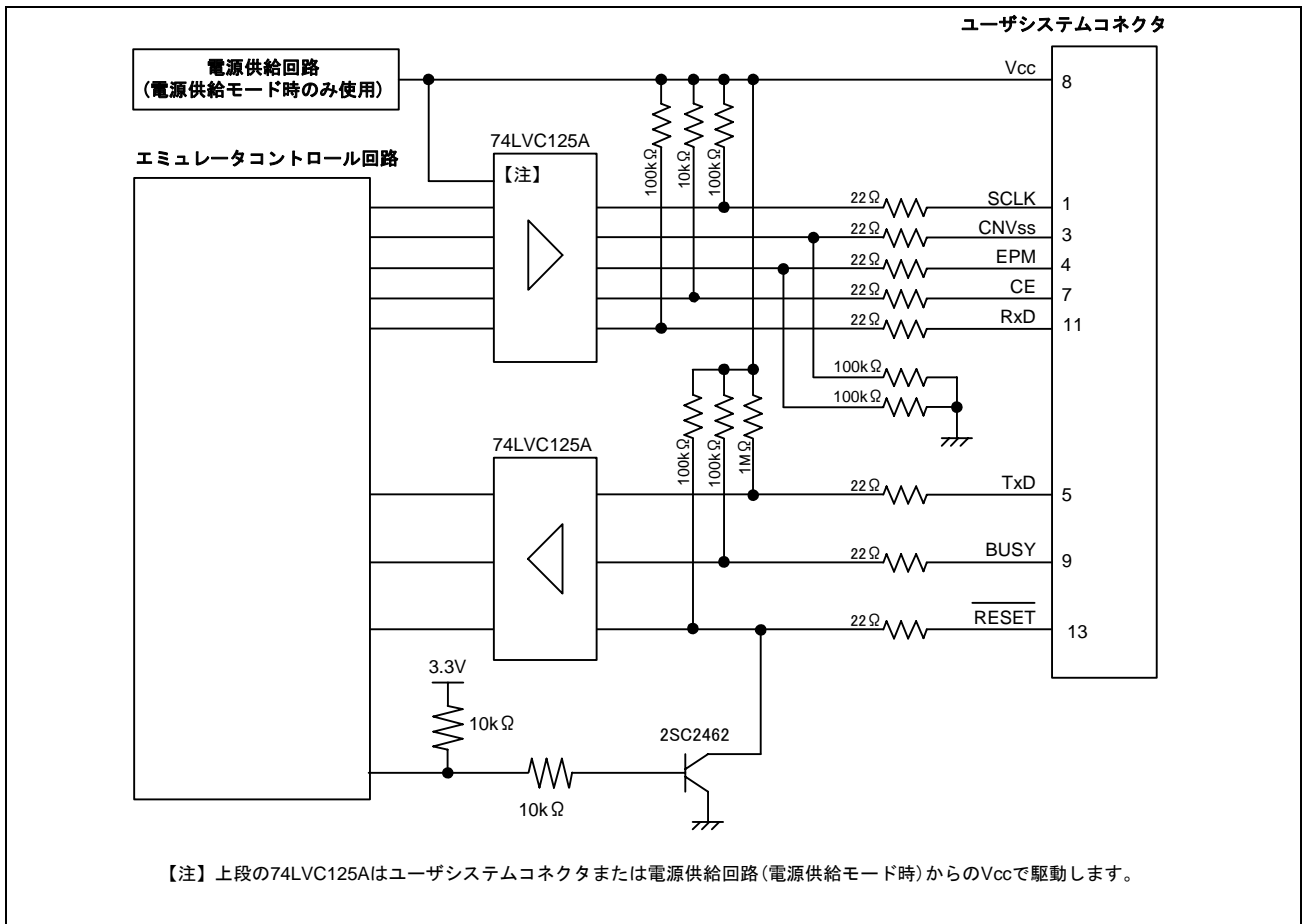

図 5.8 E8 エミュレータ内インタフェース回路 (参考)
E8エミュレータ動作中にP64はHiz状態になることがあります。そのため、抵抗値に関しては、E8エミュレータ内部抵抗(図5.8)との分圧により、中間電位にならない値で端子処理をしてください。
E8エミュレータ動作中にP50,P55はHiz状態になることがあります。そのため、抵抗値に関しては、E8エミュレータ内部抵抗(図5.8)との分圧により、中間電位にならない値で端子処理をしてください。
9. 図5.8にE8エミュレータ内インタフェース回路を示します。プルアップ抵抗の値などを決定するときに参考にしてください。